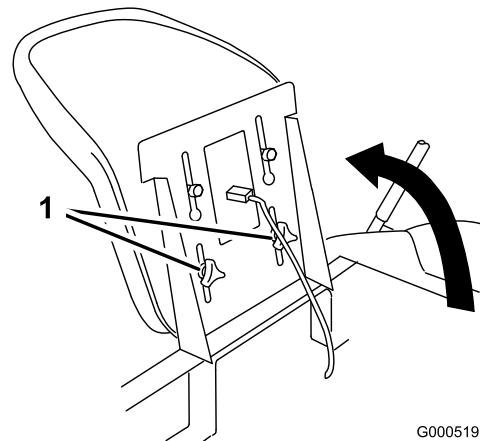

Figura 21
- Alzate il sedile e allentate le manopole di regolazione quanto basta per spostarlo (Figura 21).